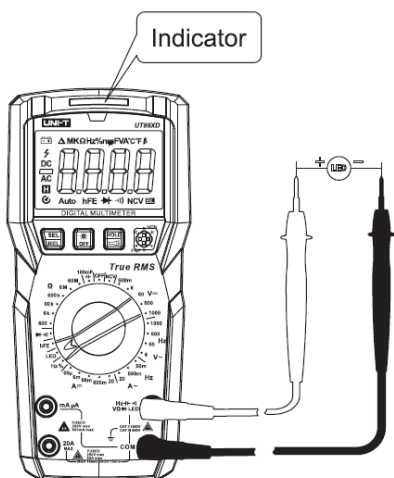

Рисунок 14
**9.12 Измерение светодиодов (только UT89XD) (Рис.14)**